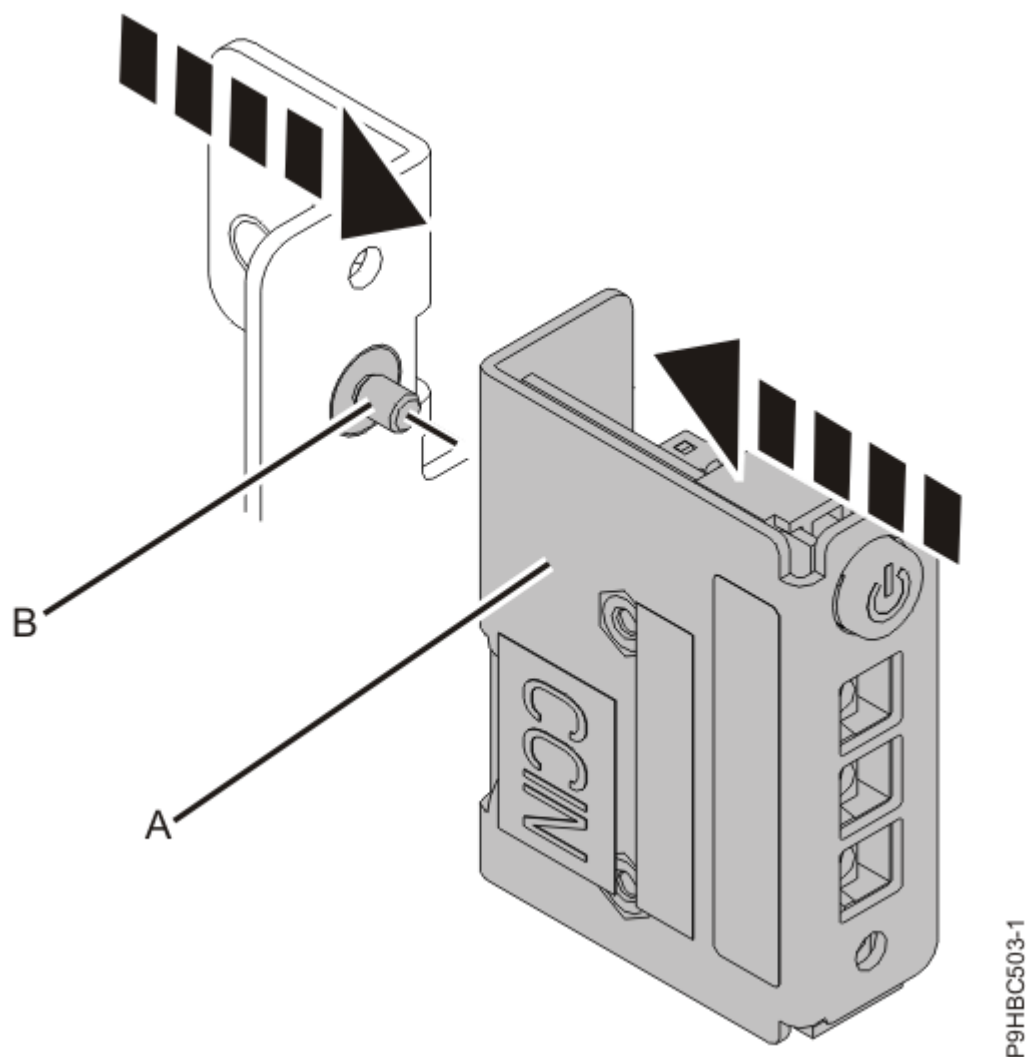

Figure 79. Remise en place du panneau de commande sur la patte de fixation pour un système monté en armoire
6. Pour un système monté en armoire, fixez le panneau de commande **(A)** sur la patte de fixation à l'aide de la vis **(B)**, comme illustré à la Figure 79, à la page 84.